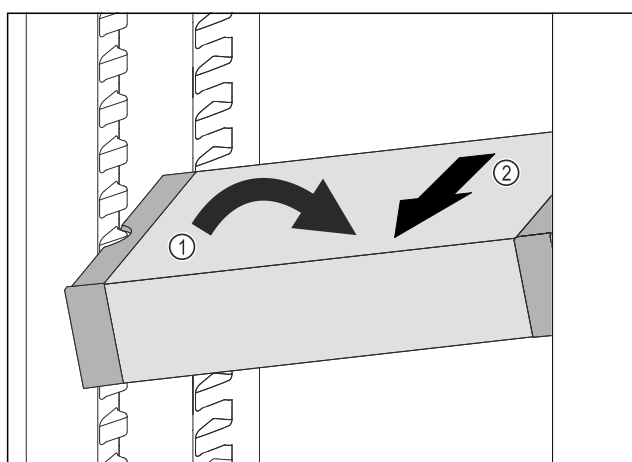

Fig. 110
- ▶ Stil VarioSafe på skrå ind i kølesektionen. Fig. 110 (1)
- ▶ Tag VarioSafe ud fremefter. Fig. 110 (2)